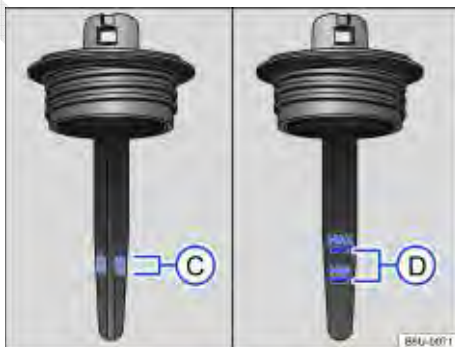

Fig. 111 Marcações para controle do nível do fluido da direção hidráulica.
- Retirar a tampa do reservatório e limpar a haste de medição ⇒ Fig. 111 sob a tampa com um pano limpo ⇒ .
- Retirar a tampa do reservatório e limpar a haste de medição ⇒ **Fig. 111** sob a tampa com um pano limpo ⇒ **A**.